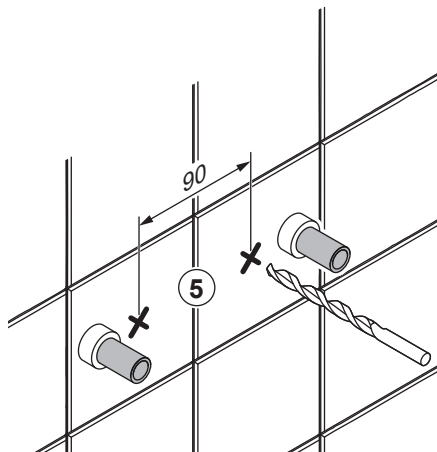

Fig. 1
5. Skruvfästningar i plats för bad eller dusch ska göras i betong eller annan massiv konstruktion, träreglar, träkortlingar eller i konstruktion som är provad och godkänd för infästning. Alla infästningar med skruv genom tätskikt ska tätas, se "Fig. 1" eller "Fig. 2". Material för tätning ska fästa mot underlaget och vara vattenbeständigt, mögelresistent och åldersbeständigt.
5. The screw mountings where the bath or shower will be installed should be of a sturdy design, for instance made of concrete, wooden studs, wooden nogging pieces or a design that has been tested and approved for mounting. If mountings are fitted with screws through the moisture barrier, the holes must be sealed. See "Fig. 1" or "Fig. 2". The sealant material must attach firmly to the underlying surface and be water-resistant, mould-resistant and non-ageing.
5. Skruinnfestinger på steder for bad eller dusj skal gjøres i betong eller annen massiv konstruksjon, trebjelker, trestendere eller i konstruksjon som er testet og godkjent for innfesting. Alle innfestinger med skruer gjennom tettesjikt skal tettes, se "Fig. 1" eller "Fig. 2". Materialet for tetting skal feste mot underlaget og være vannbestandig, muggresistent og aldersbestandig